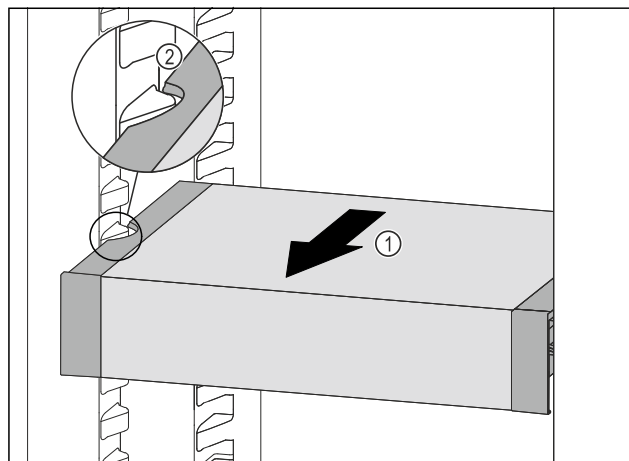

Fig. 118
- VarioSafe ťahajte dopredu Fig. 118 (1), kým sa bočné vybrania VarioSafe nebudú nachádzať vo výške rebra nádoby v chladničke. Fig. 118 (2)